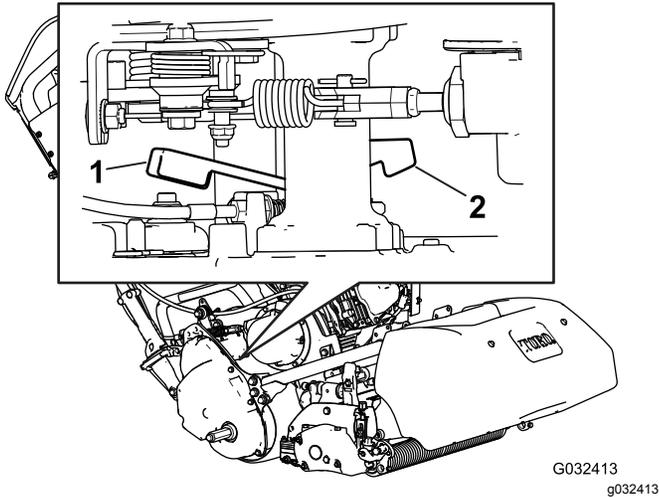

图 30
1. 在机器的右后角找到靠近驱动装置壳体轮鼓的牵引合/分离控制杆 (图 30)。